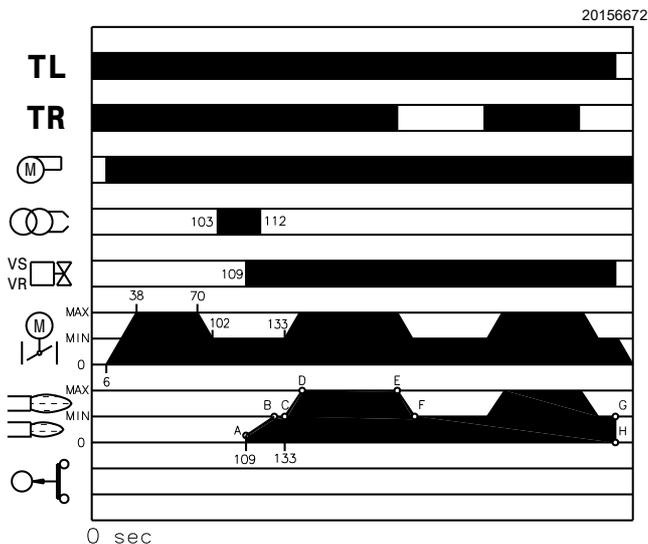

Fig. 35
- 109s** Se abren las válvulas de seguridad VS y de regulación VR, (apertura rápida). Se enciende la llama con poca potencia, punto A (Fig. 35). Sigue un aumento progresivo del caudal, apertura lenta de la válvula, hasta la potencia MÍN., punto B (Fig. 35).